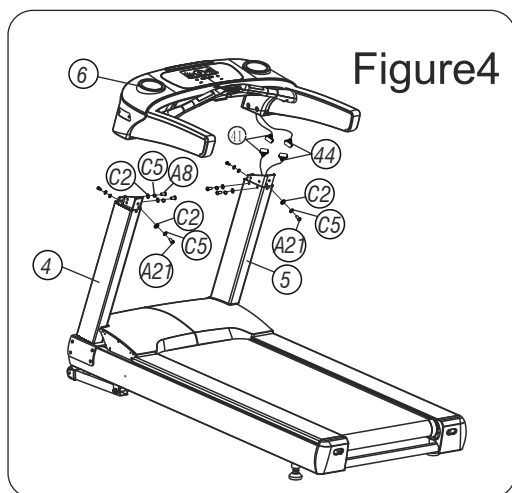

Figure4
B. Montieren Sie das Lenker- und Steuergeräteset (6) an das linke/rechte Rohr (4,5).
C. Verbinden Sie den Lenker und das Steuergerät (6) mit dem linken/rechten Rohr (4,5) mit 8 Sätzen halbrunder Schrauben M10 x 20mm (A8), Federscheiben  $\phi 10$  (C5), Unterlegscheiben  $\phi 10$  (C2). (Achtung: Schraubenloch ausrichten) (siehe Abbildung 4)
B. Install handlebar and controller set(6) to the Left/Right upright tube (4,5).
C. Connect handlebar and controller(6) to the Left/Right upright tube (4,5) using 8 sets of Half-round bolt M10 x 20mm (A8), Spring washer  $\phi 10$ (C5), Flat washer  $\phi 10$ (C2). (Attention: To align screw hole)(See figure 4)